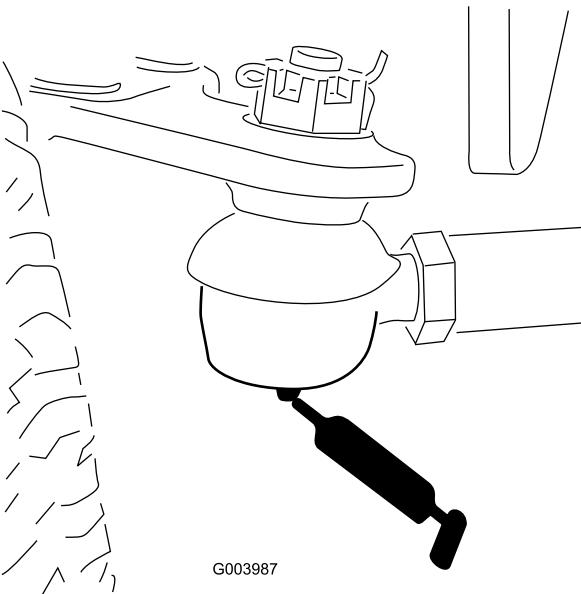

Рисунок 65
- Тяги заднего моста (2 шт.) (Рисунок 65)